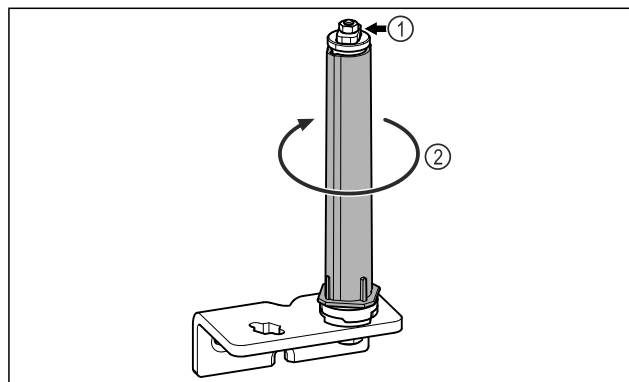

Fig. 22
- ▶ Ne szedje szét az ajtózáro rendszert Fig. 22 (1).
- ▶ Forgassa el a zárórendszert Fig. 22 (2), amíg az be nem kattán.